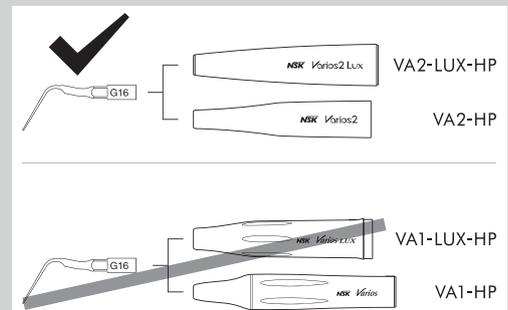

Abb. 17
- Schließen Sie den gelieferten G16-Aufsatz nicht an ein anderes Handstück als das Varios2-Handstück an (VA2-LUX-HP/VA2-HP). Andernfalls könnte dies aufgrund einer gesteigerten Vibrationsamplitude zum Bruch des Aufsatzes oder Kratzern auf der Oberfläche von Zähnen, Prothesen etc. führen (Abb. 17).